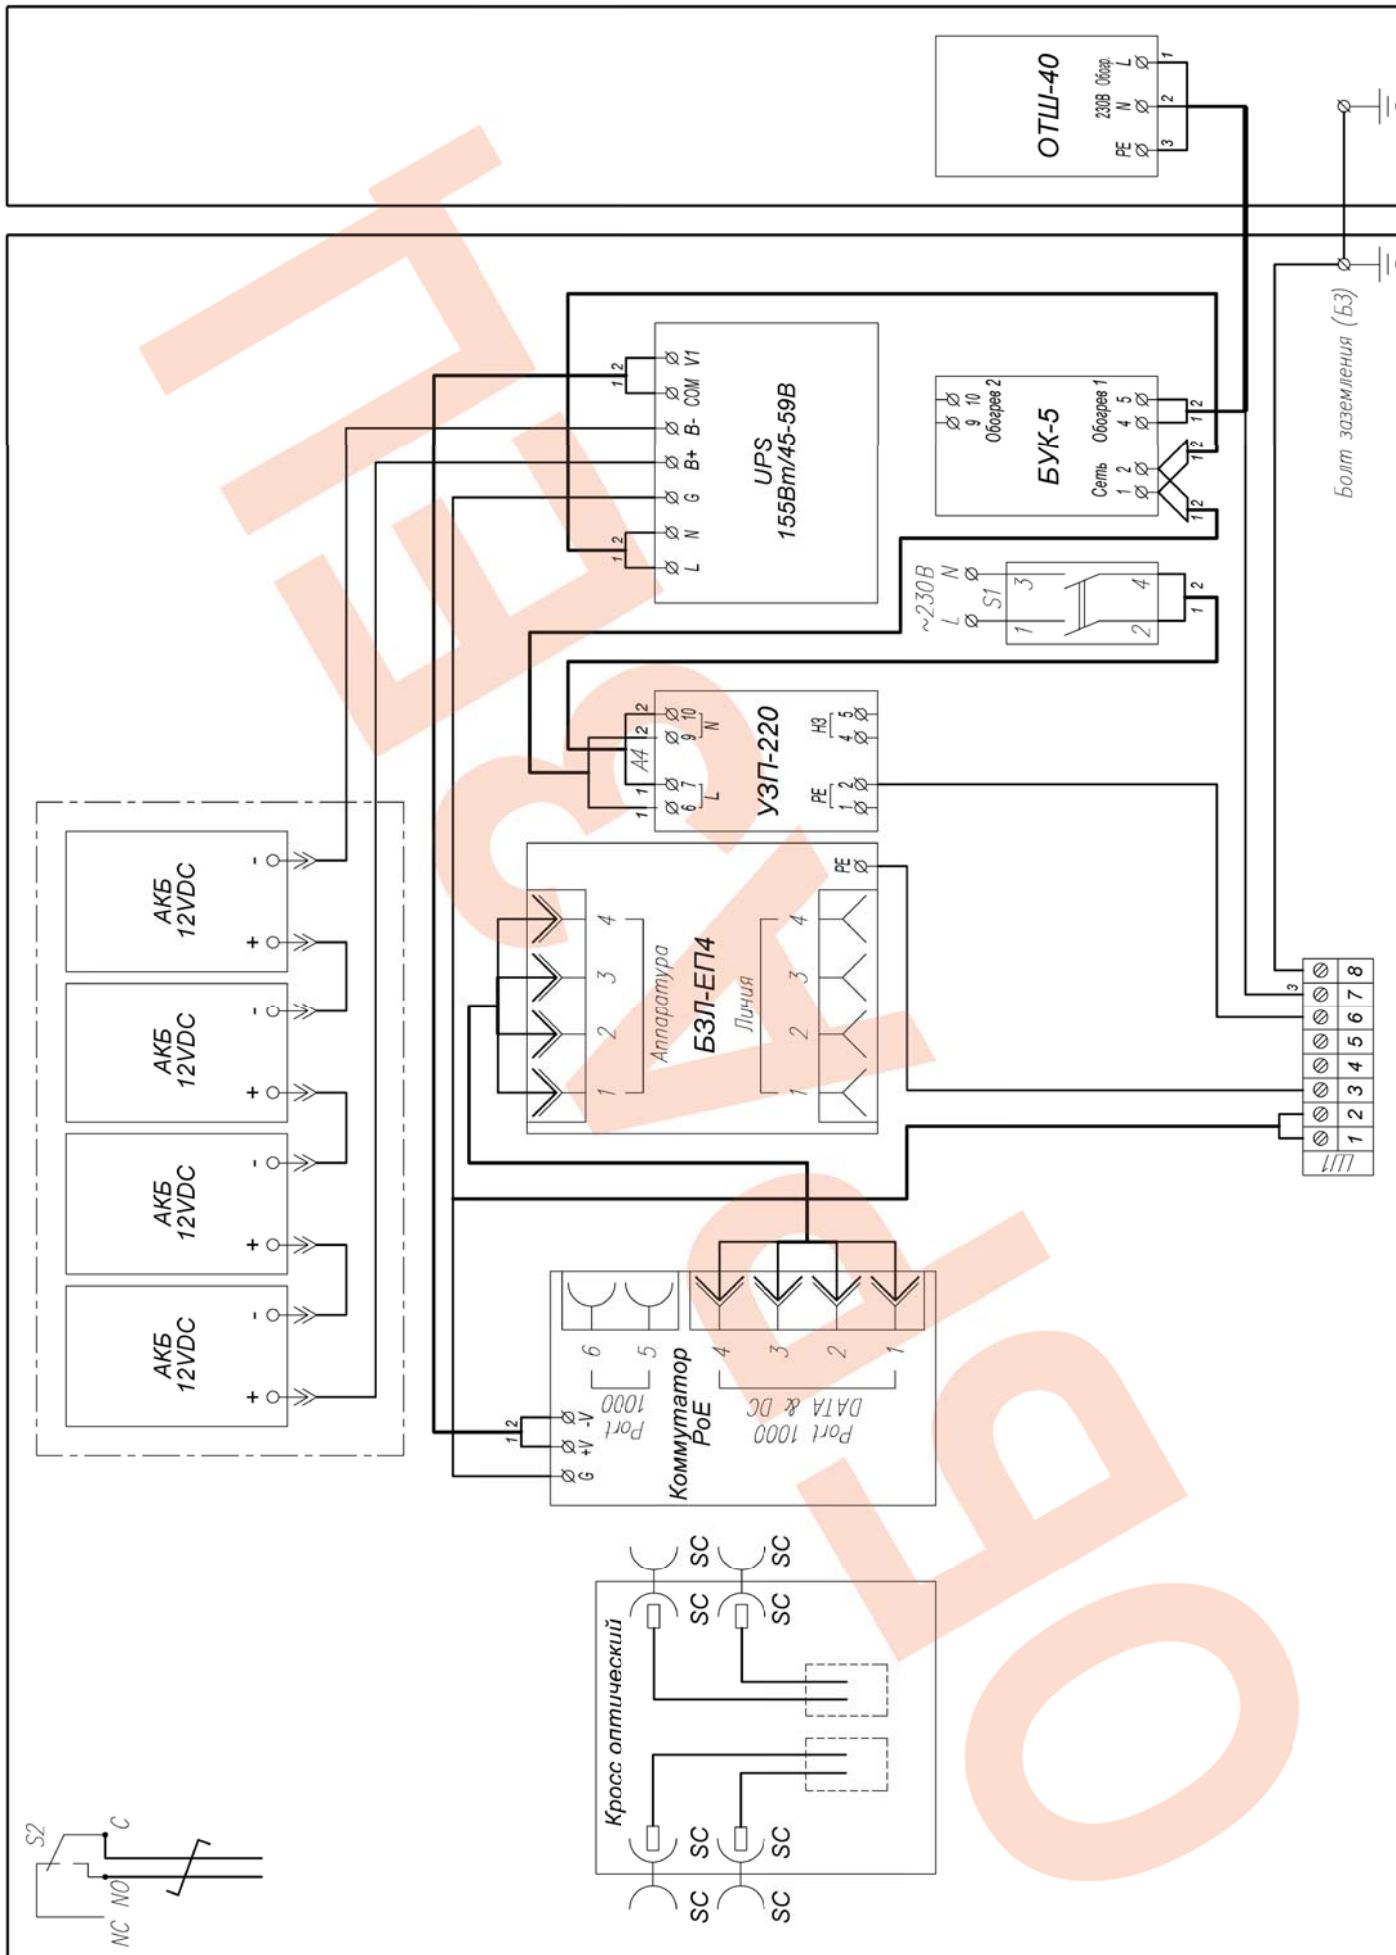

Рис.1 Схема электрическая принципиальная
- 1. Заземлить изделие при помощи болта заземления (БЗ) (рис.1).
- 4. Подключить АКБ к UPS преобразователю согласно схеме (рис.1).